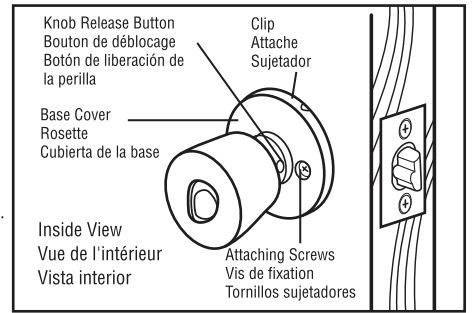

Fig. 2
**Step 2:** Remove both handles from the door by removing attaching screws from base of inside handle (Fig. 2). If none are visible, remove knob by depressing release button then remove base cover by prying up at clip point to expose screws. For new installations, drill holes using your lock manufacturer's instructions.
**Étape 2:** Retirez les vis de la base de la poignée intérieure de façon à retirer les deux poignées de la porte (Fig. 2). Si les vis ne sont pas exposées, retirez la poignée en appuyant sur le bouton de déblocage, puis retirez la rosette en la soulevant depuis le point d'attache. En cas de nouvelle installation, percez des trous conformément aux instructions du fabricant de votre serrure.
**Paso 2:** Retire ambas manijas de la puerta retirando los tornillos fijadores desde la base de la manija interior (Fig. 2). Si ninguno está visible, retire la perilla presionando el botón de liberación y luego retire la cubierta de la base haciendo palanca en el sujetador para exponer los tornillos. Para instalaciones nuevas, taladre orificios siguiendo las instrucciones del fabricante de la cerradura.